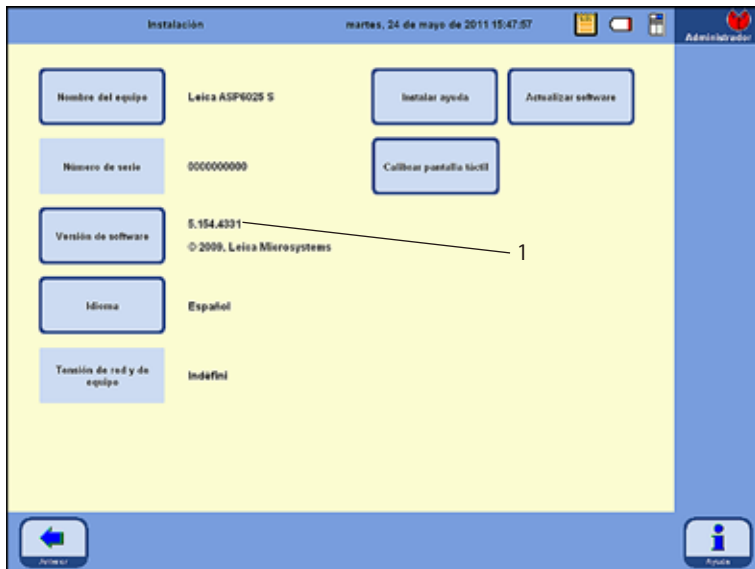

Fig. 72
El número de serie del equipo y la versión actual del software se introducen en fábrica y no se pueden modificar. Las especificaciones de la figura 72 son solo a modo de ejemplo. La versión de software instalada en el equipo se puede identificar como se muestra en la fig. 72, pos. 1.